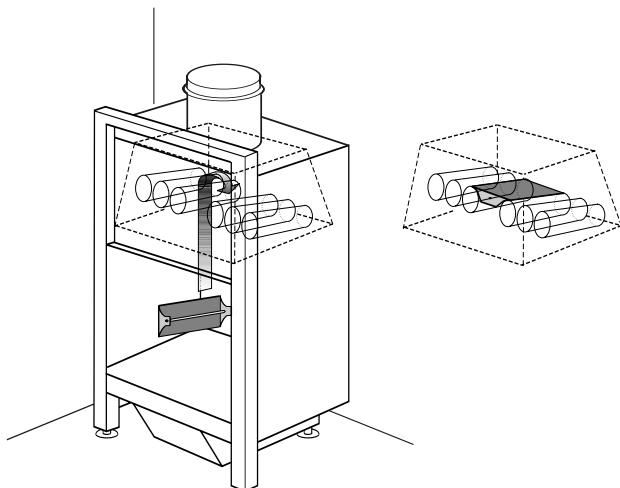

Fig. 5.9.2.1
5.9.2 Montaggio deflettore fumi • per E66-E78 (Fig. 5.9.2.1)